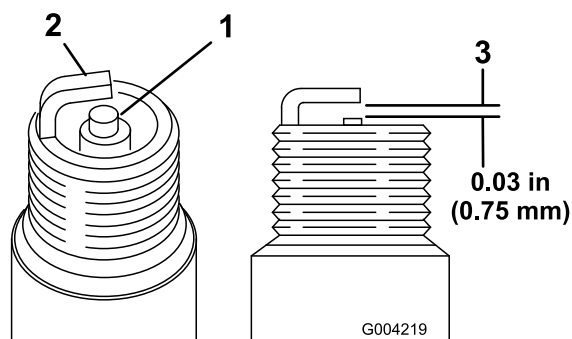

Figure 27
1. Examinez le centre des bougies (Figure 27). Si le bec isolant est recouvert d'un léger dépôt gris ou brun, le moteur fonctionne correctement. S'il est recouvert d'un dépôt noir, cela est généralement signe que le filtre à air est encrassé.
2. Contrôlez l'écartement entre l'électrode centrale et l'électrode latérale (Figure 27).
3. Courbez l'électrode latérale (Figure 27) si l'écartement est incorrect.